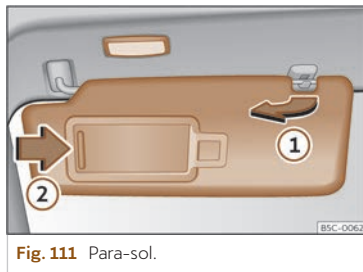

Fig. 111 Para-sol.
- El para-sol es pot extreure de la fixació i girar-se cap a la porta >>> **fig. 111 ①**.